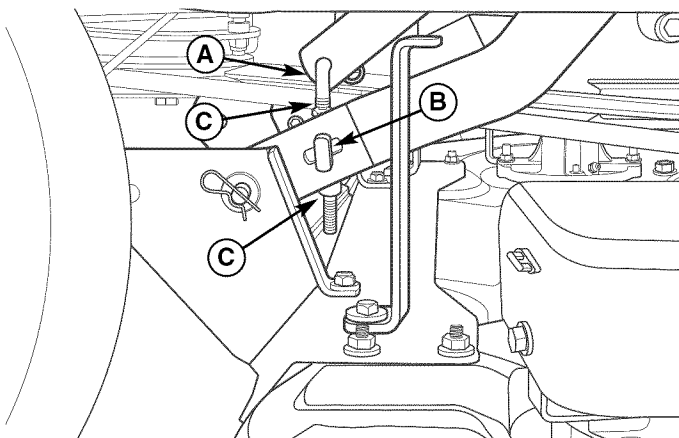

Figura 37. Nivelado de un Lado a Otro
6. El nivelado de un lado a otro se logra usando las varillas roscadas (A, Figura 37) y el muñón (B) en la parte posterior derecha e izquierda de la cubierta de la sesgadora. Afloje las contratuercas (C) y ajústelas hacia arriba o hacia abajo para ajustar el nivel de la sesgadora. Cuando termine, apriete las contratuercas unas con otras para sujetar el ajuste en su lugar.